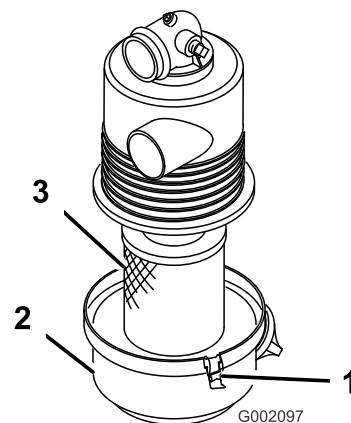

Рисунок 26
- Вставьте элемент в корпус воздушного фильтра (Рисунок 26).
- Совместите крышку воздушного фильтра с его корпусом и закрепите крышку на корпусе защелками (Рисунок 26).